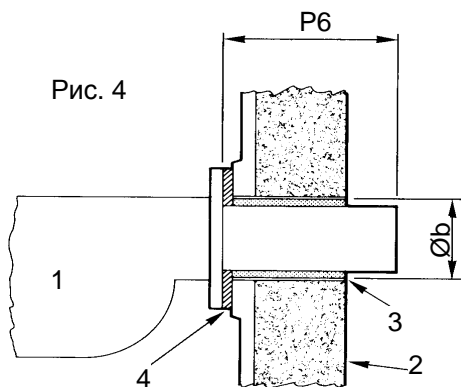

Рис. 4
**ВАЖНО:** проверить, чтобы зазоры между форсункой горелки и дверцей были заполнены теплоизолирующим материалом (Рис. 4). Изоляционный керамический шнур входит в стандартный комплект поставки котла. Если он не подходит к конкретной используемой горелке, необходимо использовать оплетку другого диаметра, но из такого же материала.